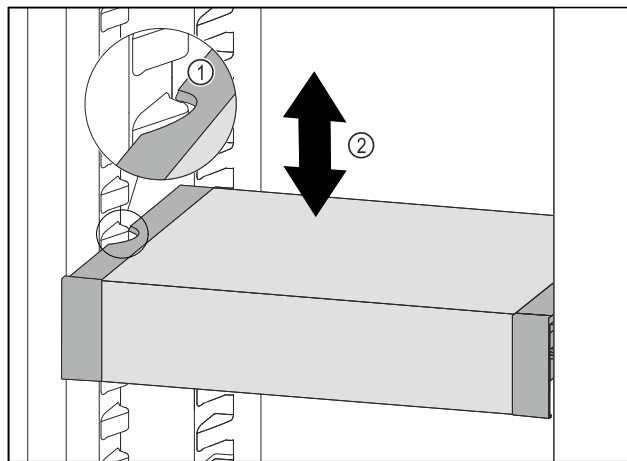

Fig. 180
- ▶ Táhněte VarioSafe dopředu, dokud nebudou boční vybrání VarioSafe na úrovni žebrování na nádoby v chladničce. Fig. 180 (1)
- ▶ Posouvejte VarioSafe v chladničce nahoru nebo dolů, dokud nedosáhnete požadované výšky. Fig. 180 (2)